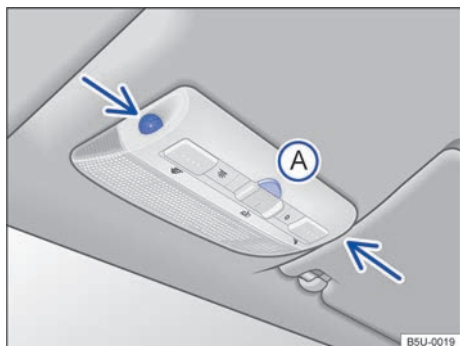

Fig. 30 En la consola del techo: sensores de monitoreo del interior del vehículo y tecla (A) para desconectar el monitoreo del interior del vehículo.
El monitoreo del interior del vehículo dispara la alarma con el vehículo bloqueado, si reconoce movimientos en el interior del vehículo. El sensor y el receptor están ubicados en el conjunto de la luz de lectura ⇒ fig. 30 (flechas).
- Presionar la tecla ⇒ fig. 30 (A). En el panel de instrumentos, la luz de control  permanecerá encendida.